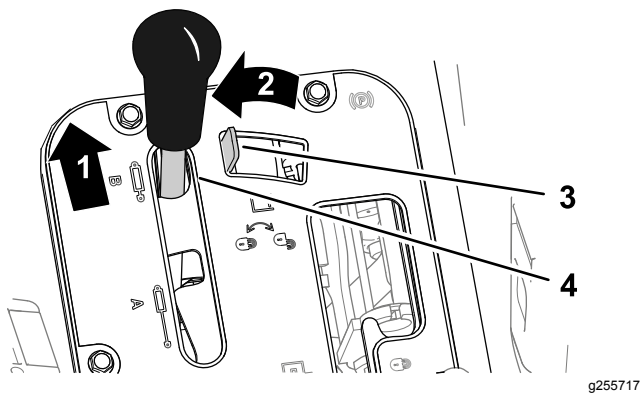
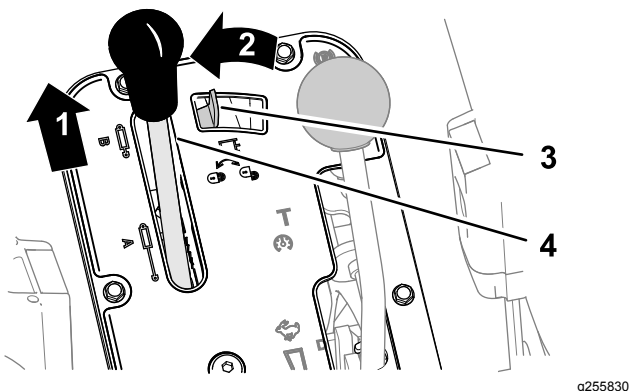

Bild 80
Bild 81
1. Drücken Sie den Hydraulikhubhebel nach vorne (Bild 80 oder Bild 81).
2. Schieben Sie die Hydraulikhubsperrung nach links, um die Sperre zu aktivieren (Bild 80 oder Bild 81).